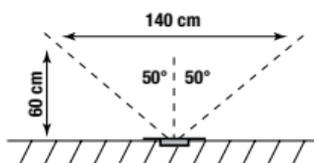

fig.2
*b. Horizontaal en verticaal detectiebereik (fig.2)*